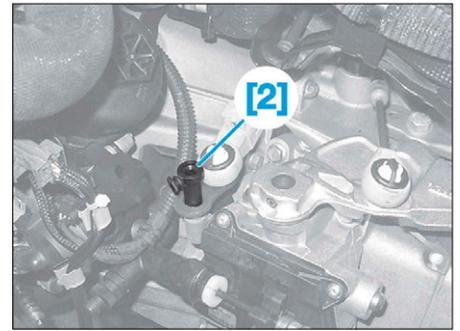

FIG. 22
- Immobiliser l'axe de sélection à l'aide de l'outil [2] (Fig.22).